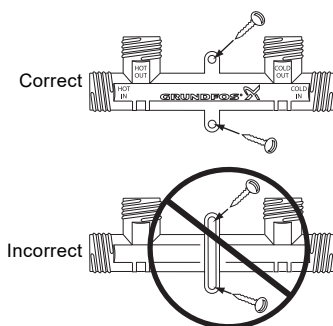

Fig. 6 Installation correcte de la soupape de dérivation
7. Si nécessaire, la soupape de dérivation peut être montée sur un mur avec les vis de montage fournies ; support de montage à deux trous, à niveau avec le mur. Voir fig. 6.